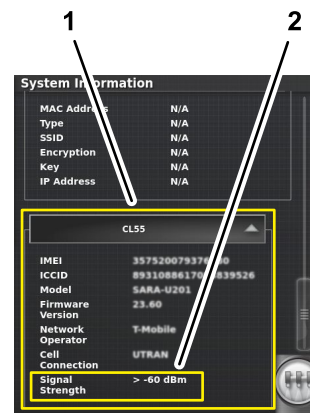

Figura 204
2. En la pantalla de información del sistema, utilice la barra de desplazamiento para navegar al icono CL55 (Figura 204).
3. Pulse el icono CL55 para mostrar información sobre la intensidad de la señal (Figura 204), y compruebe que la intensidad de la señal del módem es de entre -60 dBm y -99 dBm.